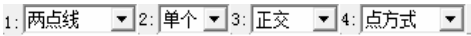

图 4-101 设置立即菜单
2) 选择下拉菜单“绘图”→“直线”命令，或者单击“绘图工具”工具栏上的“直线”按钮，设置立即菜单选项为“单个”和“正交”，如图 4-101 所示。